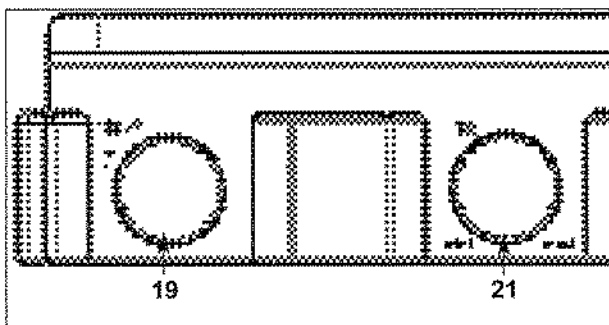
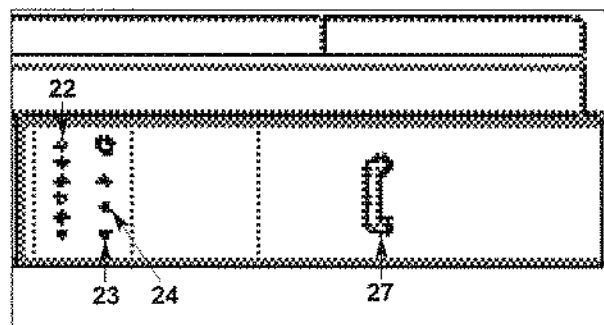

Fig. 23
Fig. 24
- Placez le commutateur "19" (fig. 23) en position « III 🔥 » voyant vert "23" allumé ; le voyant orange "24" (fig. 24) s'allume chaque fois que le brûleur entre en fonction.
Le bouton de réglage du chauffage "21" « III » (fig. 23) donne la possibilité d'ajuster la température de l'eau du circuit de chauffage en fonction des besoins saisonniers.
L'indicateur "22" 🌡️ (fig. 24) affiche cette température.
- Placez le commutateur "19" en position arrêt « ● » (extinction du voyant vert "23" (fig. 24).
Ne pas oublier de le rouvrir en début de saison de chauffage, lorsque l'on replace le commutateur "19" (fig. 23) en position « III 🔥 ».